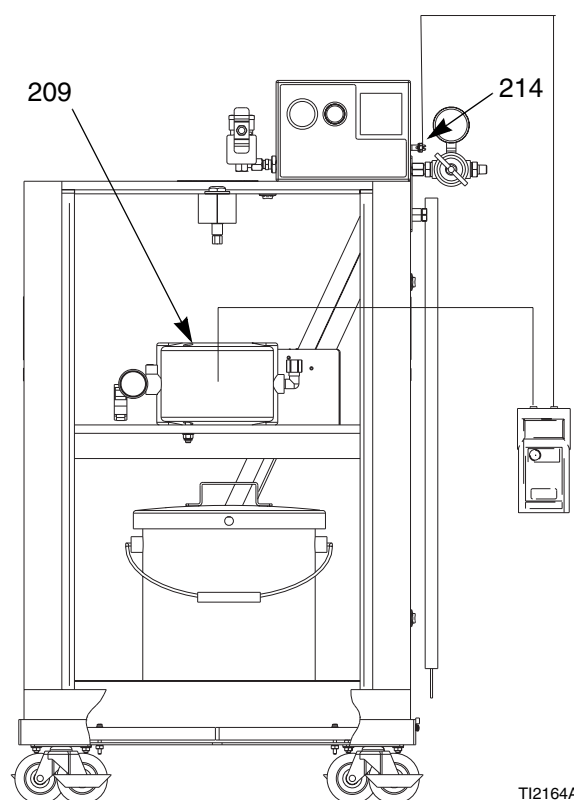

Fig. 23. Contrôle de la résistance du cylindre
Voir FIG. 23. Démontez la porte du caisson. À l'aide d'un ohmmètre, mesurer la résistance entre la pompe (209) et la borne de terre (214). La résistance doit être inférieure à 100 ohms. Si elle dépasse 100 ohms, remplacer le cylindre de mise à la terre.